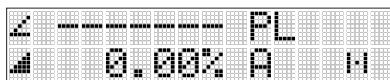

Bild 23 PlaneLok laserdisplay
7.) Lasern börjar söka efter mottagaren. Lasern och mottagarens display visar ett blinkande —PL— under tiden som lasern söker och justerar strålen till lutningens läge (se bild 23). När PlaneLok är klar slutar — PL— att blinka på laser- och mottagarens display.